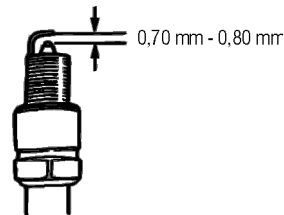

Fig. 35 – Distancia de la bujía
- Para un correcto funcionamiento, la distancia de la bujía debe estar entre 0,70 mm y 0,80 mm (fig. 35);